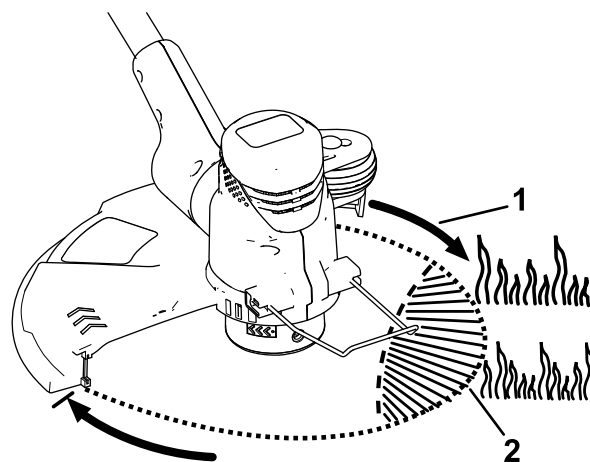

Figure 18
2. Appuyez sur les languettes de chaque côté du chapeau de fixation de la bobine (Figure 18).